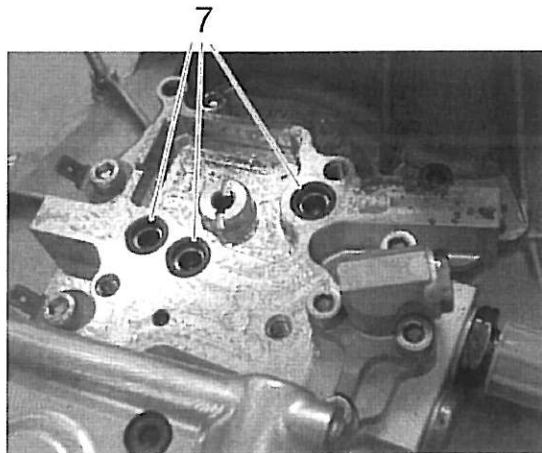

Bild 7
2. Jeweils einen O-Ring (item 7) in jede der drei vorgesehenen Vertiefungen in der Basisplatte einsetzen. Siehe Bild 7.